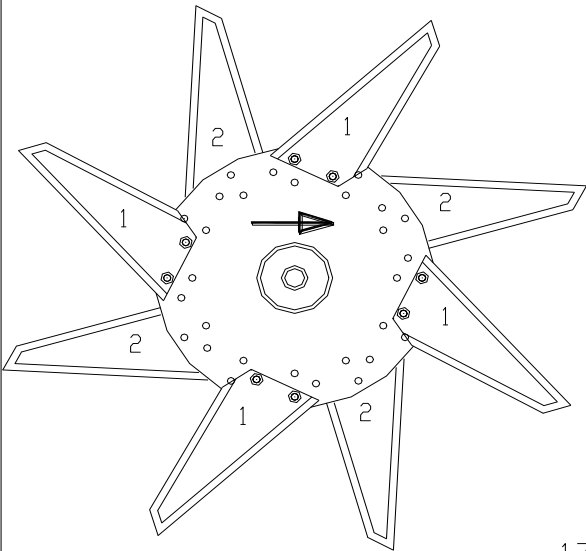

Fig. 4.
7. De deep slit messen (standaard geleverd bij de machine), kunnen op de rotor gemonteerd worden, zie fig. 4. In fig.4. vier messen worden gelijk verdeeld gemonteerd op een schijf. Op de volgende schijf worden de messen één positie verder gemonteerd. In fig.4 is dit aangeduid met een nummer op de messen. Eén betekent de eerste schijf enz.. Bevestig de messen precies zoals getekend in fig. 4. Voor meer informatie m.b.t. messen en de bevestiging, zie hoofdstuk 12.